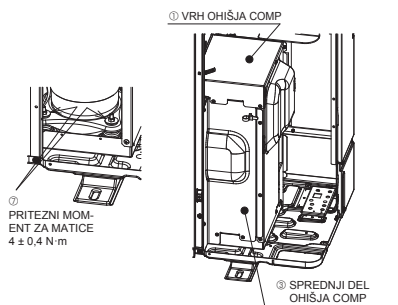

Fig. 4-2
- Po tem, ko ste odstranili fiksne dele COMP, privijte matice ter VRH OHIŠJA COMP in SPREDNJI DEL OHIŠJA COMP namestite nazaj v prvotno stanje. (Fig. 4-2)